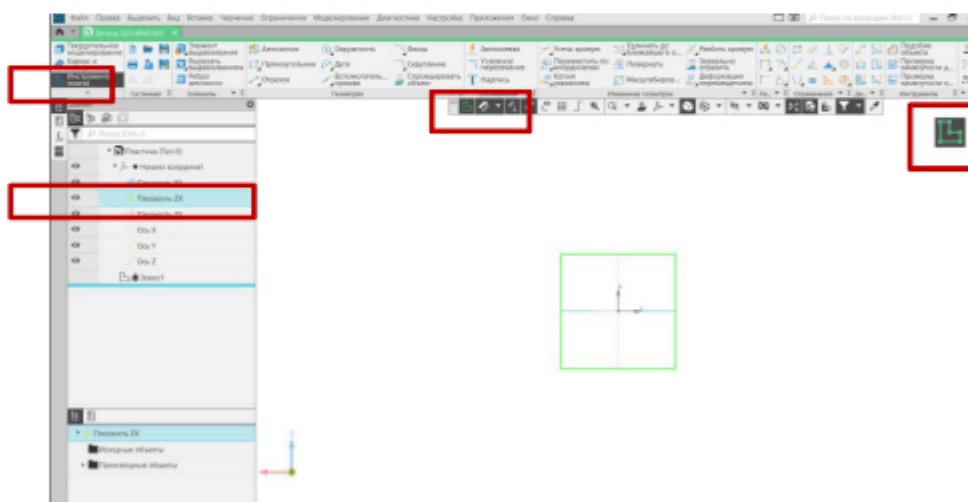

Рис. 7 Режим «Эскиз»
**Настройка списка свойств.** Наименование (3Пластина), обозначение (БИГЕ.XXXXXX.001), материал (Сталь 10 ГОСТ 1050–2013), отображение – выбрать цвет модели, разработал – ФИО студента, проверил – ФИО студента, утвердил – ФИО преподавателя (рис. 7, а, б).
Панель быстрого доступа – команда «Создать эскиз»  (рис. 7).